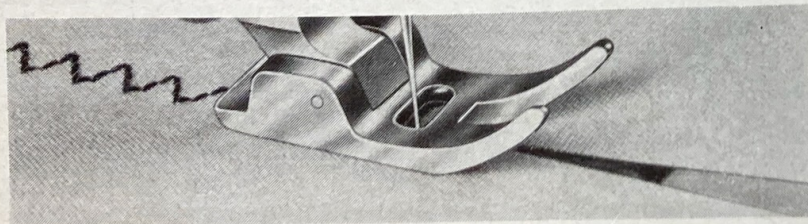

Abb. 25
e) Die Dreistich-Zickzacknaht (Abb. 25)